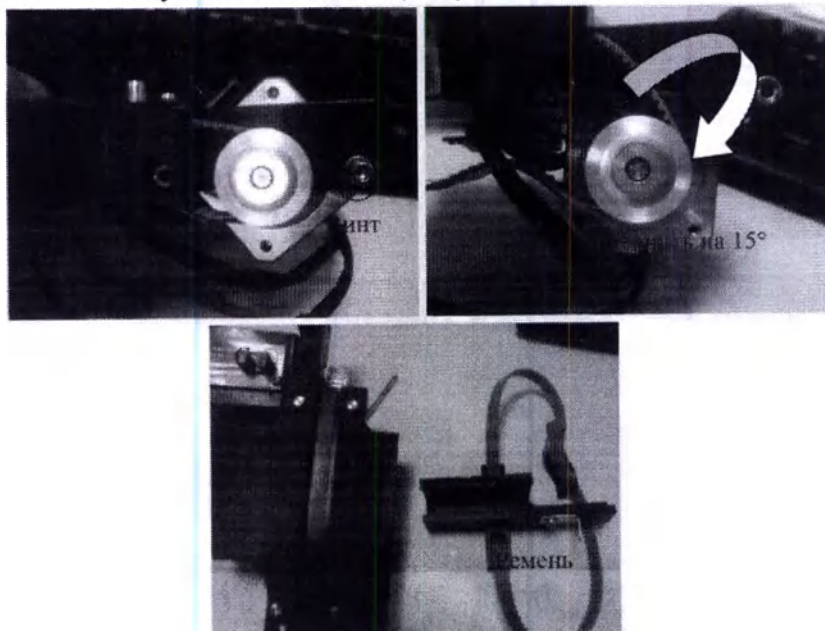

Рисунок 107.
(3) Есть различия между версией 1 и версией 2, когда вы меняете ремень. Как изображено на рисунке 107, сначала следует снять винты двигателя (Рисунок 107 А), и весь двигатель повернуть по часовой стрелке на 15° (Рисунок 107В), а затем ремень можно вынуть из толкателя (Рисунок 107С).